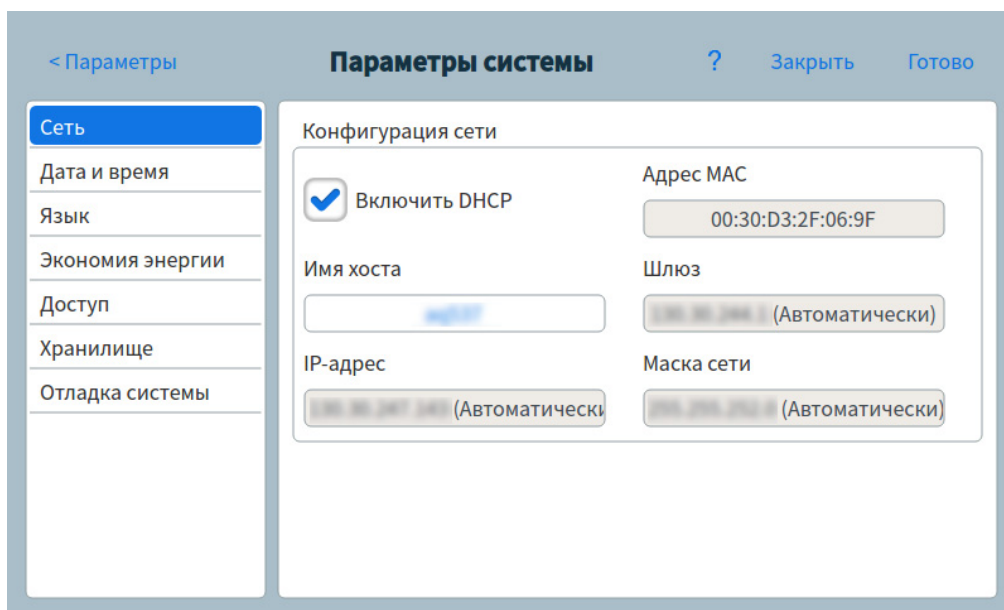

Рис. 40 Страница системных параметров
- 2 Нажмите кнопку **Параметры системы**. Появится страница системных параметров. См. Рис. 40.